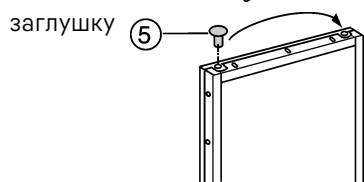

Fig. 5
- Переставьте заглушку Fig. 5 (5).